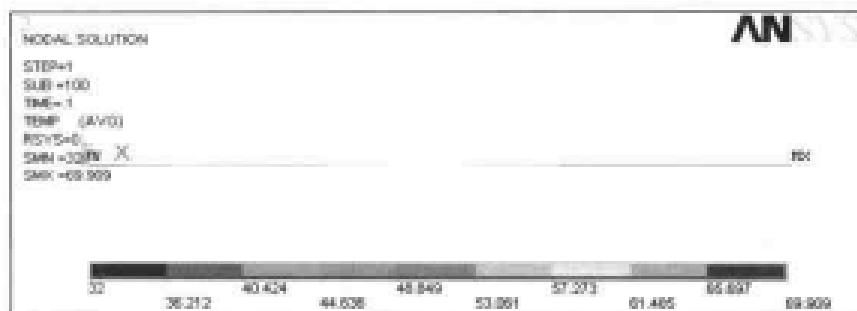

图 10-49 平板沿厚度方向温度场分布等值线图
(1) 选择 Main Menu | General Postproc | Read Results | Last Set 命令。
(2) 选择 Main Menu | General Postproc | Plot Results | Contour Plot | Nodal Solu 命令，出现 Contour Nodal Solution Data 对话框，选择 Nodal Solu | DOF Solution | Nodal Temperature 选项，单击 OK 按钮，ANSYS 显示窗口显示温度场等值线图，如图 10-49 所示。